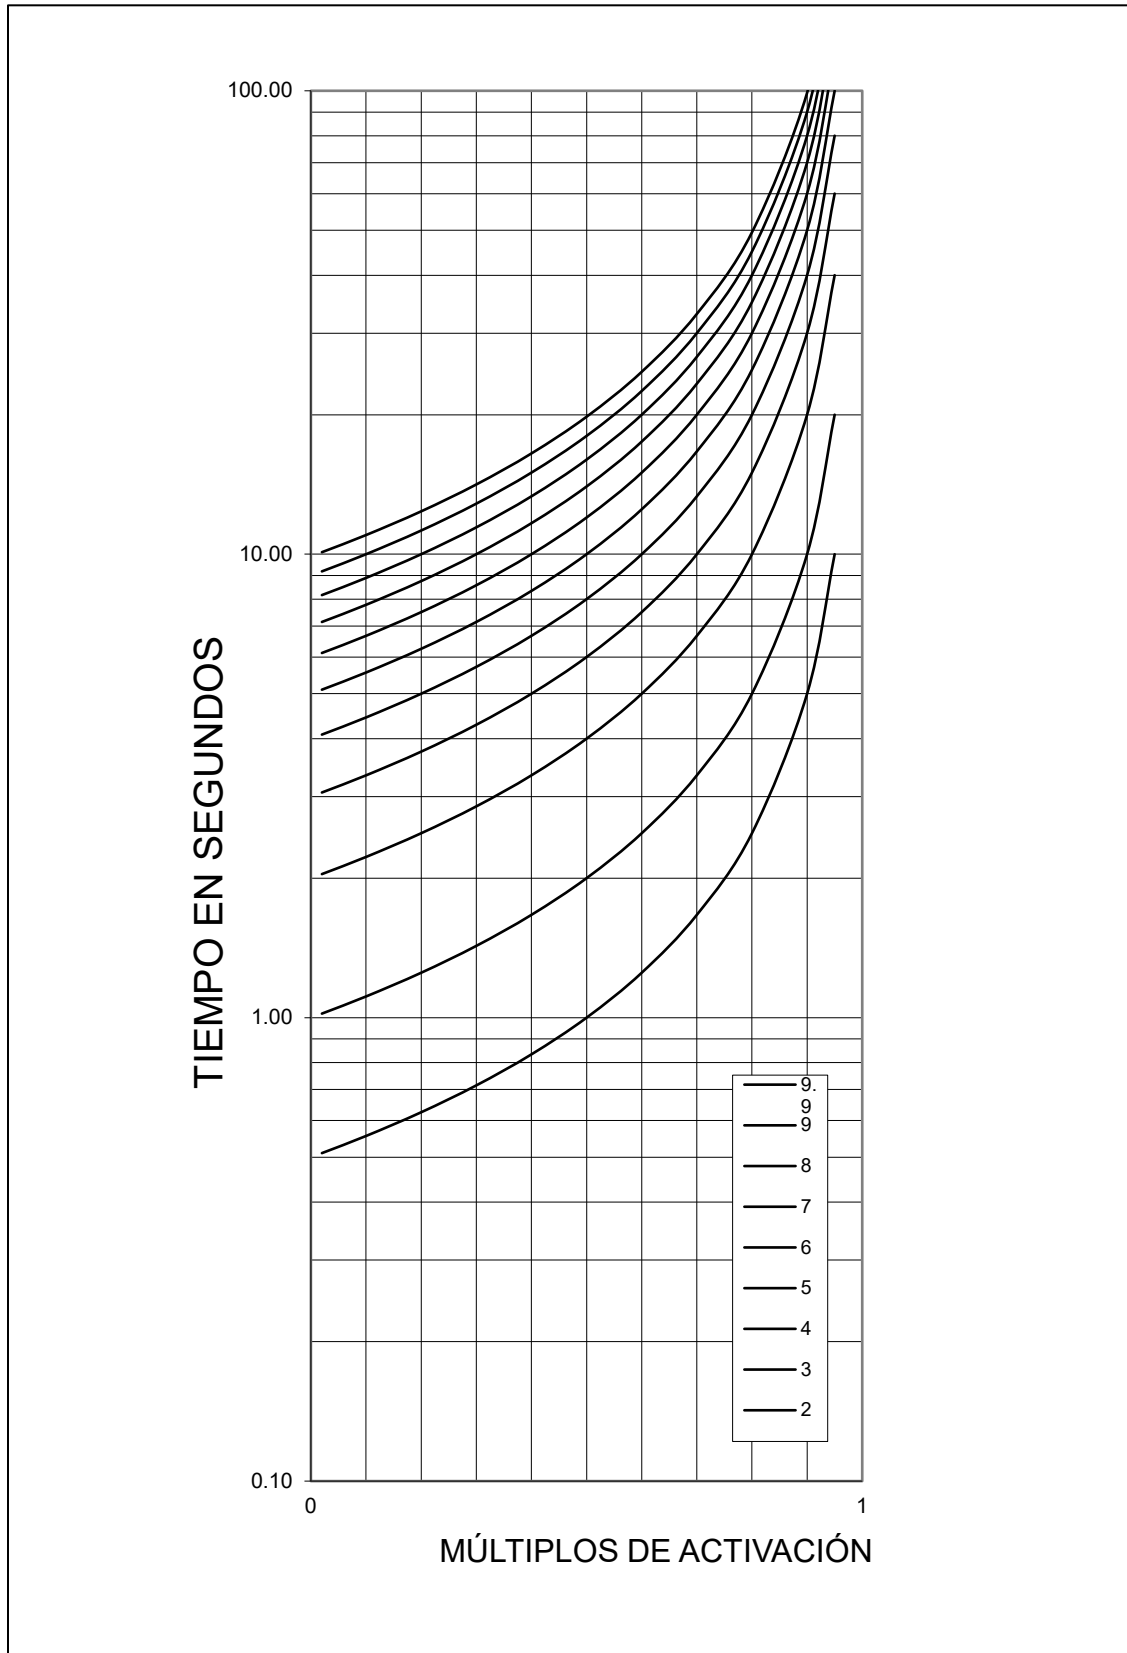
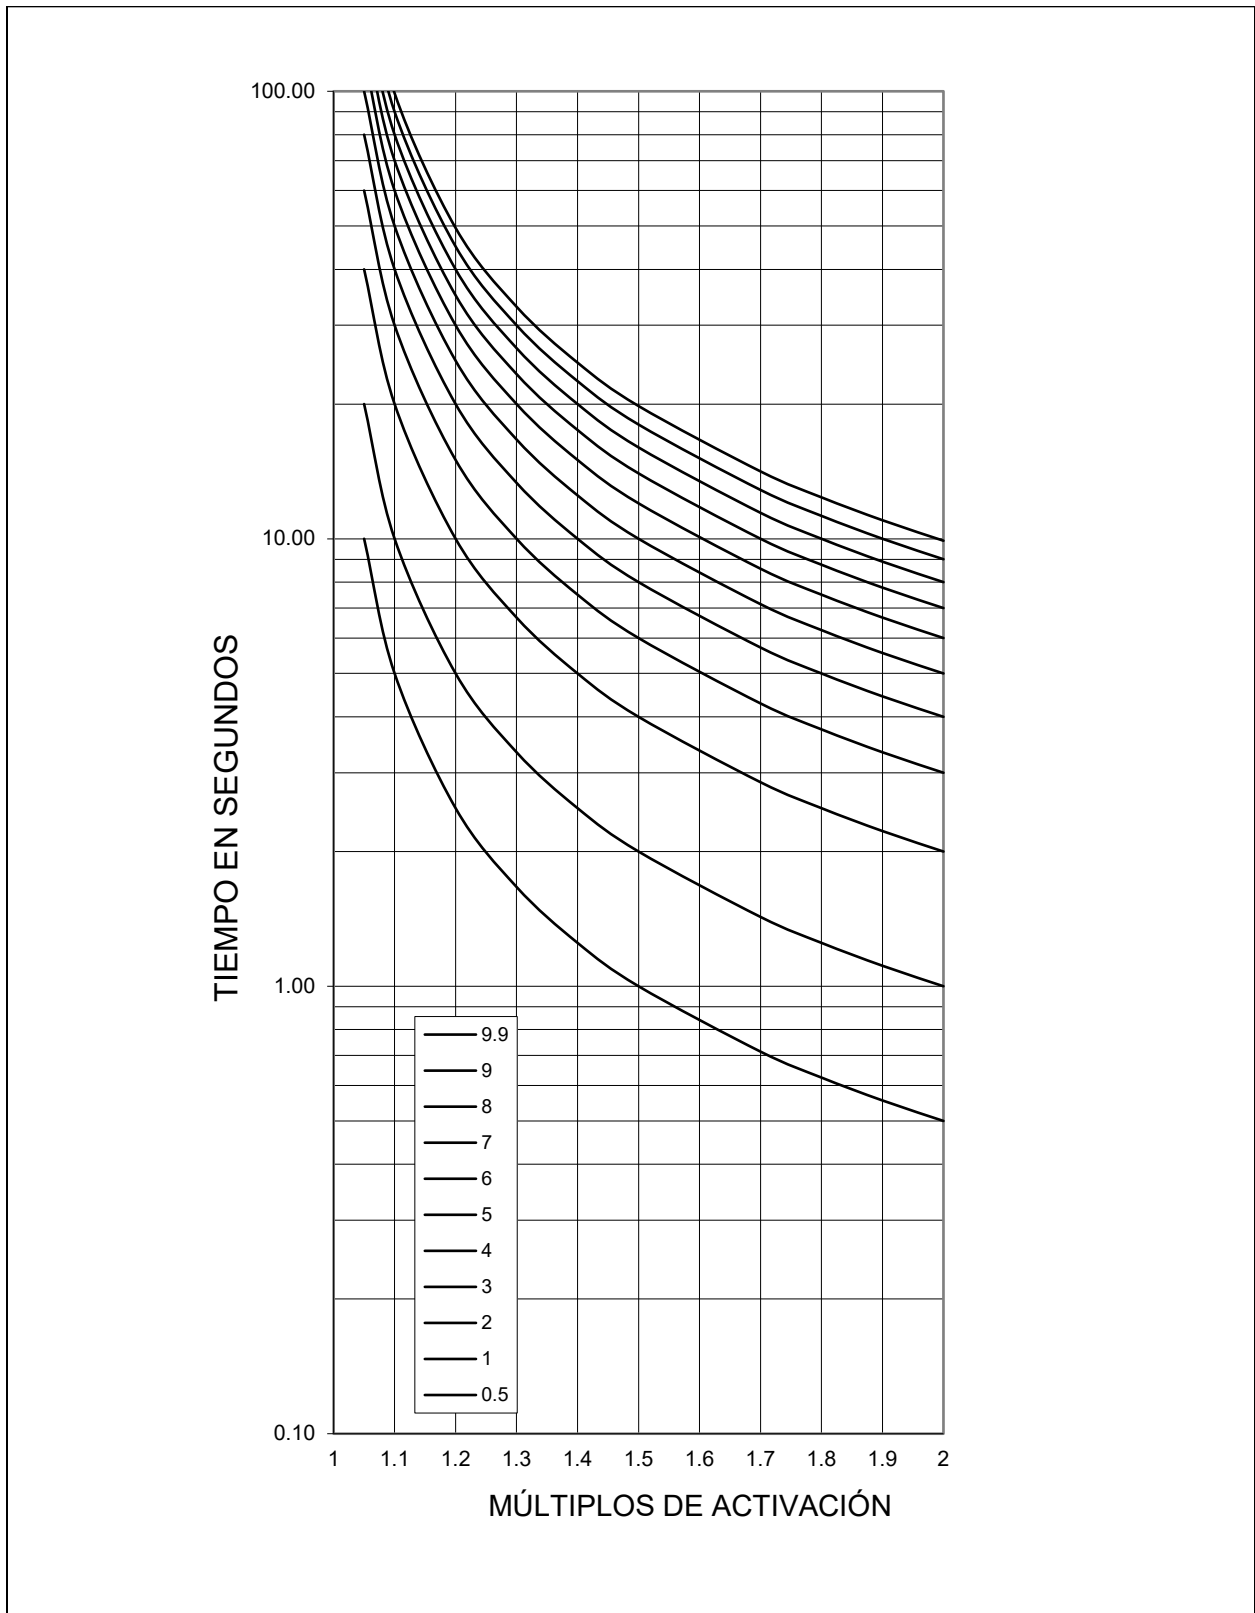
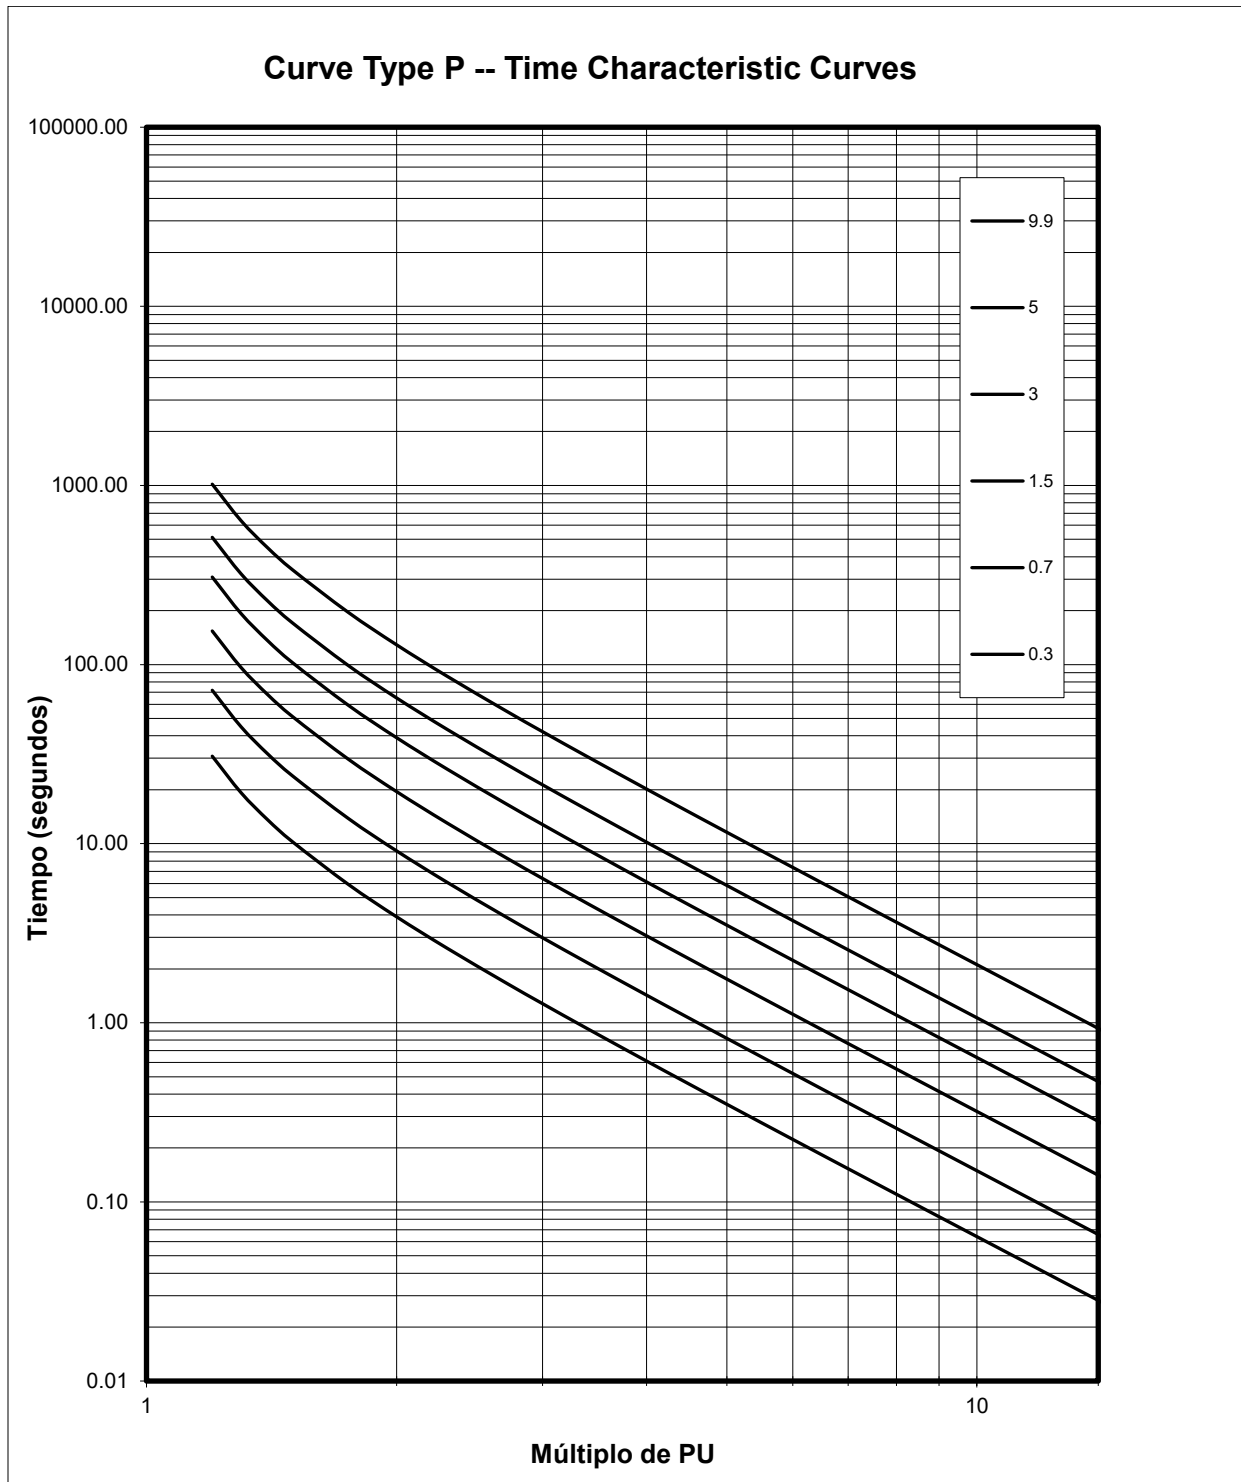

Figura 56-2. Curva de tiempo inverso de subtensión (27) (constantes predeterminadas)
Figura 56-3. Curva de tiempo inverso de sobretensión (59) (constantes predeterminadas)
Figura 56-4. Curva de tiempo inverso de sobretensión de CC (76) (constantes predeterminadas)
El BE1-FLEX ofrece múltiples métodos de cronometraje inverso. Las curvas de sobrecorriente inversa estándar son seleccionables. Además, se pueden crear curvas programables (P) y curvas de tabla (T) definidas por el usuario para elementos de sobre y sub, tensión y corriente CA y CC (27, 51, 59 y 76). Las curvas de ajuste predeterminadas se muestran a continuación en Figura 56-2, Figura 56-3, y Figura 56-4.